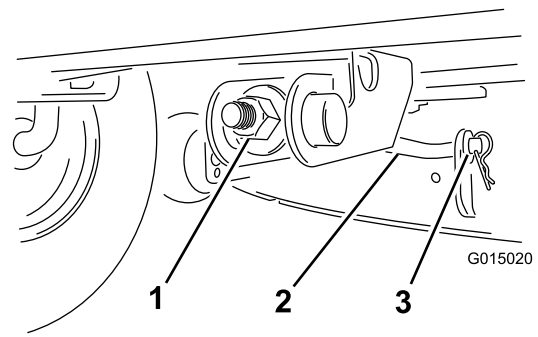

Bild 33
6. Entfernen Sie den Splint und die Scheibe von der vorderen Stützstange (Bild 33) und senken Sie den vorderen Teil des Mähwerks vorsichtig zum Boden ab.
10. Befestigen Sie die vordere Stützstange mit der Scheibe und dem Splint am Mähwerk (Bild 33).